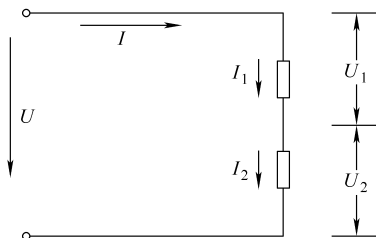

图 1-5 两个电阻串联的电路
1) 电阻的串联电路。把两个或两个以上电阻首尾相接连成一串,中间没有分支,称为电阻的串联电路。如图 1-5 所示为两个电阻串联的电路。